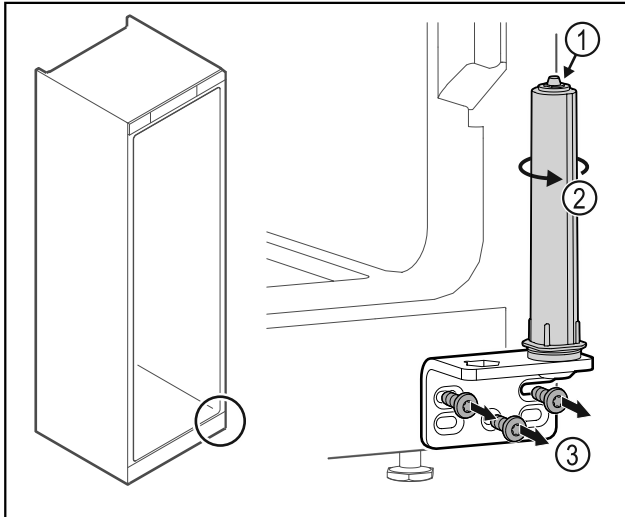

Fig. 38
- ▶ Не розбирати систему закриття дверей Fig. 38 (1).
- ▶ Повертати систему закриття Fig. 38 (2) до клацання.
- ▶ Відкрити шарнірний кутик Fig. 38 (3).